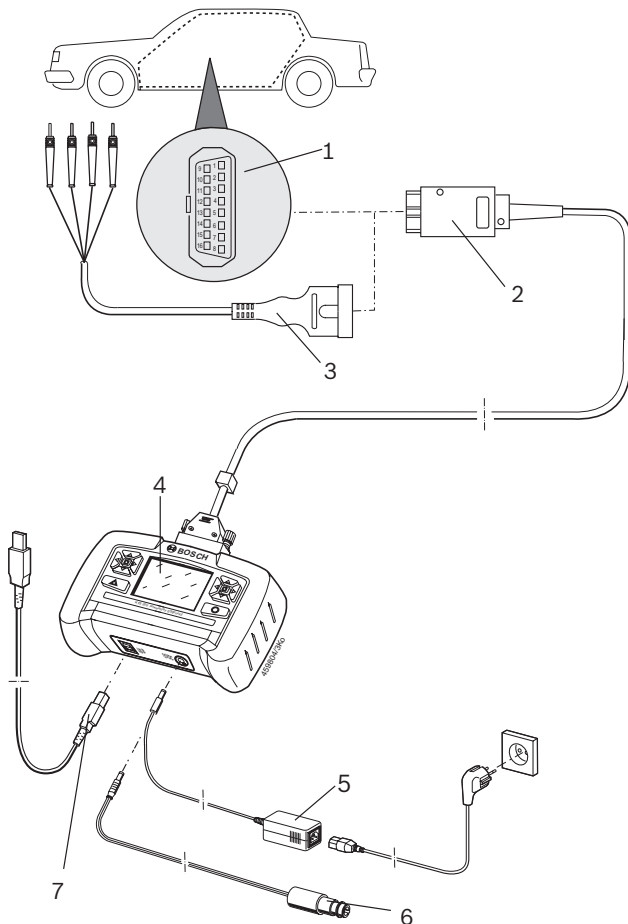

Fig. 3: Aansluitschema KTS 200
- de OBD-diagnosekabel (afb. 3, pos. 2) of
- de OBD-diagnosekabel en aanvullend m.b.v. de UNI-aansluitkabel (afb. 3, pos. 3; speciale toebehoren) of